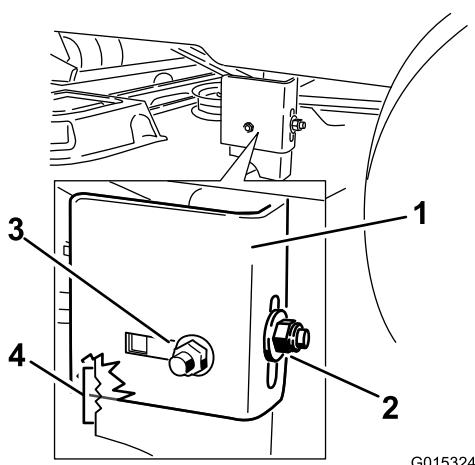

Bild 63
- Lösen Sie die hintere Sicherungsmutter am Hängeprofil (Bild 63).
- Lösen Sie die seitliche Sicherungsmutter am Hängeprofil so viel, dass Sie das Profil einstellen können (Bild 63).
- Stoppen Sie das Mähwerk an der eingestellten Stellung und ziehen Sie die seitliche Sicherungsmutter am Hängeprofil fest, um die neue Stellung zu arretieren (Bild 63).